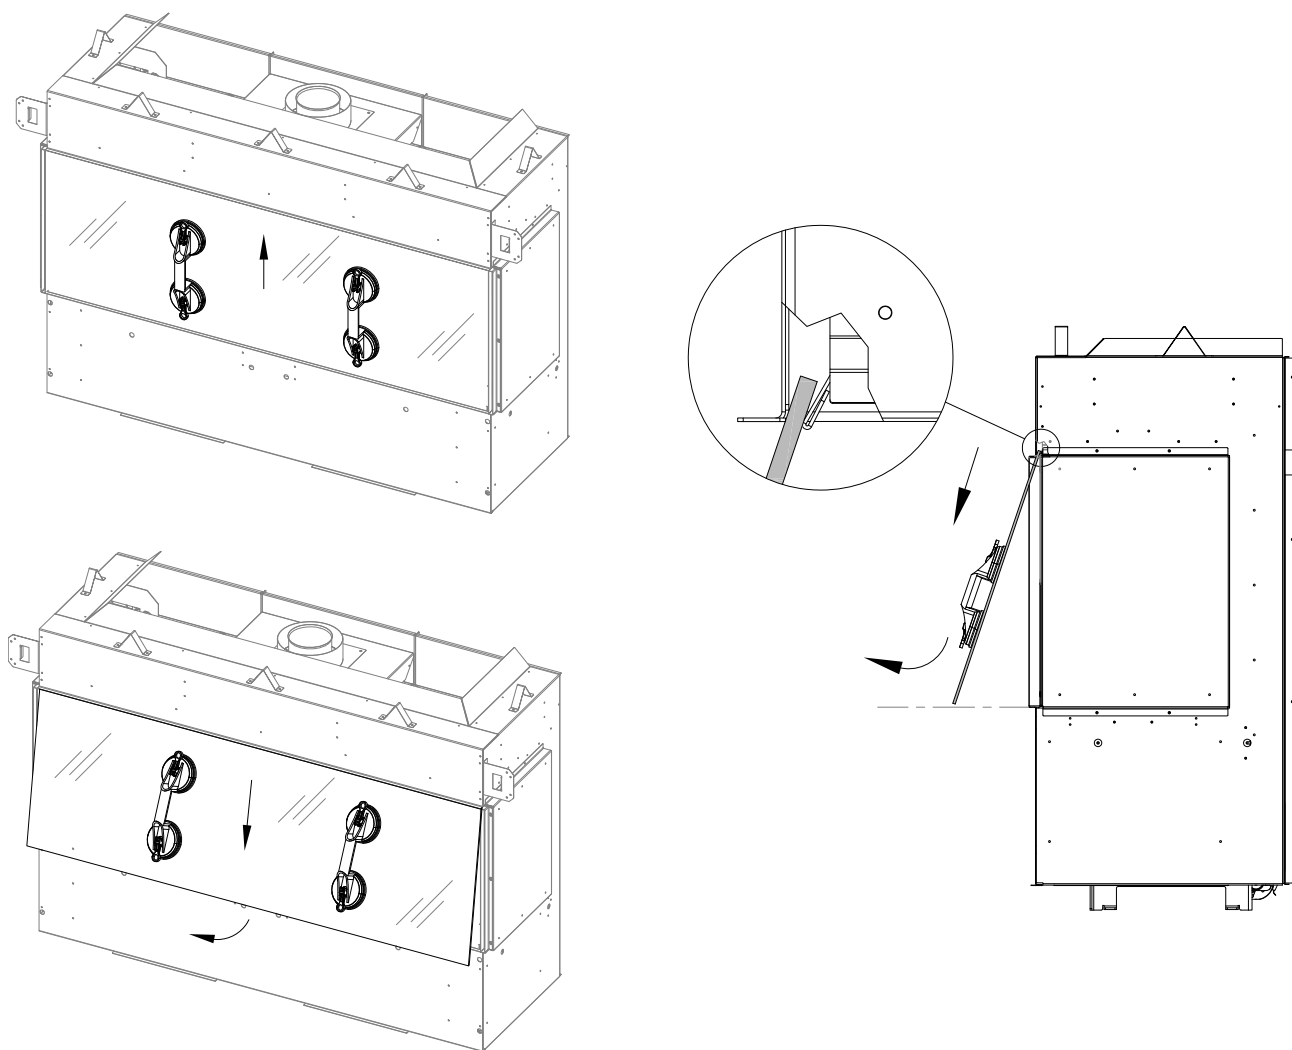

Figure 7.1 - Retrait de la vitre de sécurité
1. Fixez les ventouses de levage à la vitre de sécurité de façade. Retirez la vitre de sécurité tel que montré à la Figure 7.1. Soulevez la vitre de sécurité et inclinez le bord inférieur de la vitre vers vous. Abaissez la vitre et retirez-la.